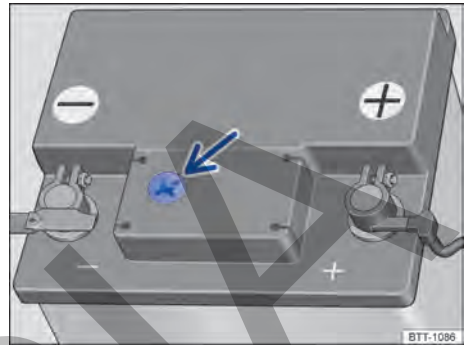

Fig. 152 En el compartimento del motor: ejemplo de posición del visor en el lado superior de la batería del vehículo.
- El visor redondo → fig. 152 en la parte superior de la batería del vehículo cambia de color dependiendo del nivel del electrolito.